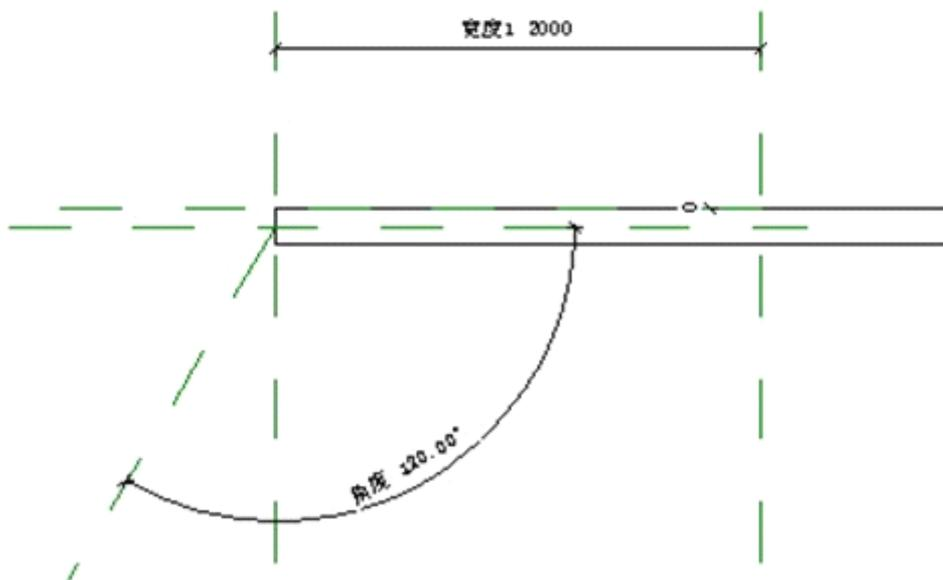

图 19.12-25
- 选择该角度标注, 在选项栏添加名称为“角度”的参数在族类型对话框调整角度为“120”度, 测试该参数是否正确 (如图 19.12-25 所示)。